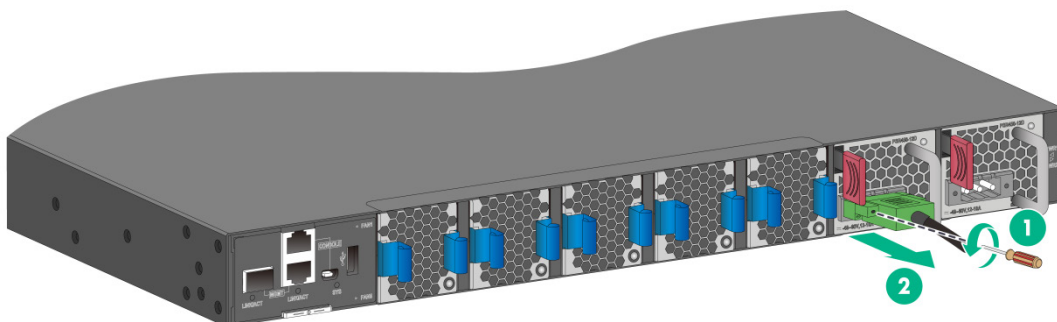

図 8-15 PSR450-12D1-N の取り外し
- 2) マイナスドライバーで電源コード接続部のネジをゆるめ、電源コードを抜きます。図 8-15 を参照してください。
- 3) 片手で電源モジュールのハンドルを持ち、親指で電源モジュールのラッチを右に押し、同時にスロットから電源モジュールを途中まで引き出します。電源モジュールをもう一方の底面で支えながら、スロットからゆっくりと引き出します。図 8-15 を参照してください。